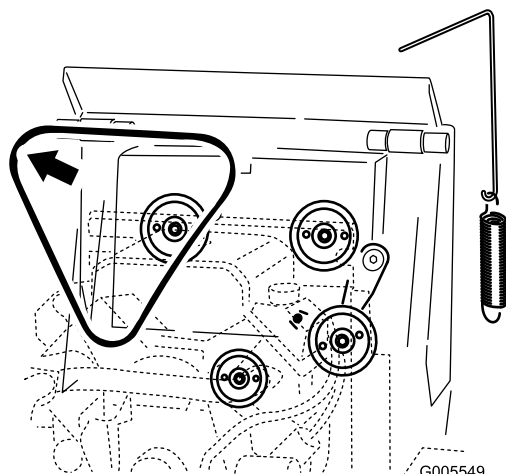

Figura 54
6. Rimuovete la cinghia dalle 3 pulegge (Figura 54).